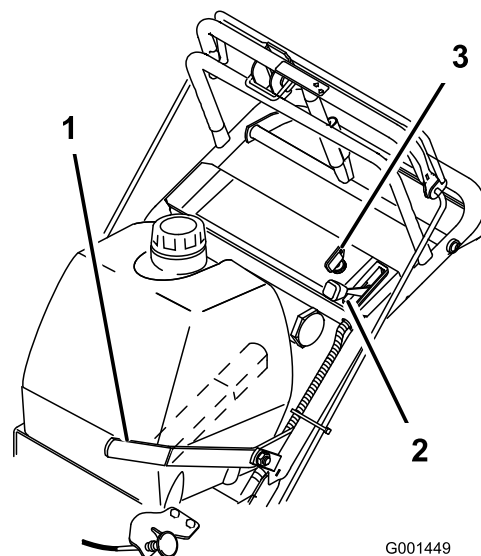

Figura 8
5. Gire la llave de contacto a la posición de **marcha** (Figura 8).
8. Tire del mando del estérter a la posición de **activado** si el motor está frío (Figura 8).
1. Mueva la palanca del acelerador a la posición de **Lento** (Figura 8).
3. Gire la llave de contacto a la posición de **Desconectado** (Figura 8).